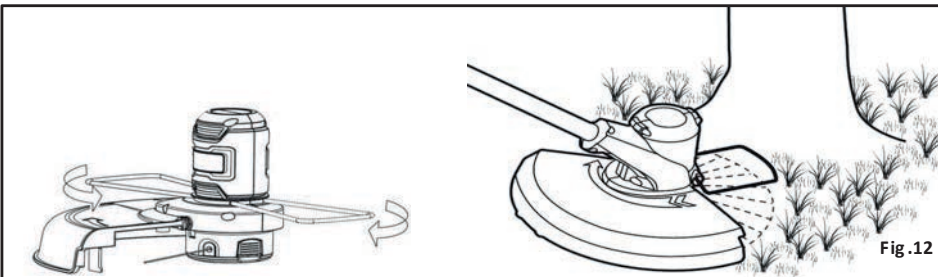

Fig.12
**Trabajar con la protección de la flor (Ver Fig.12)****⚠ ADVERTENCIA**